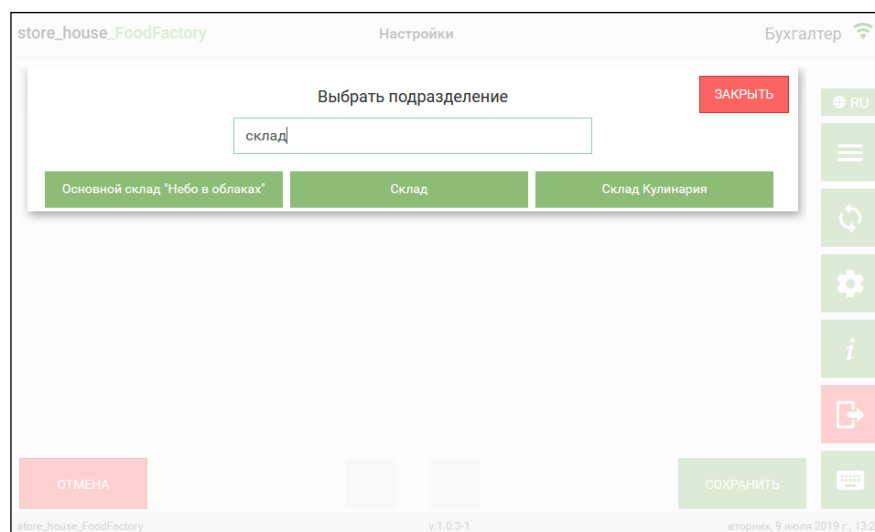

Рис. 71
- ввести часть названия подразделения в строке поиска и выбрать нужное подразделение из отфильтрованного списка (см. Рис. 71).